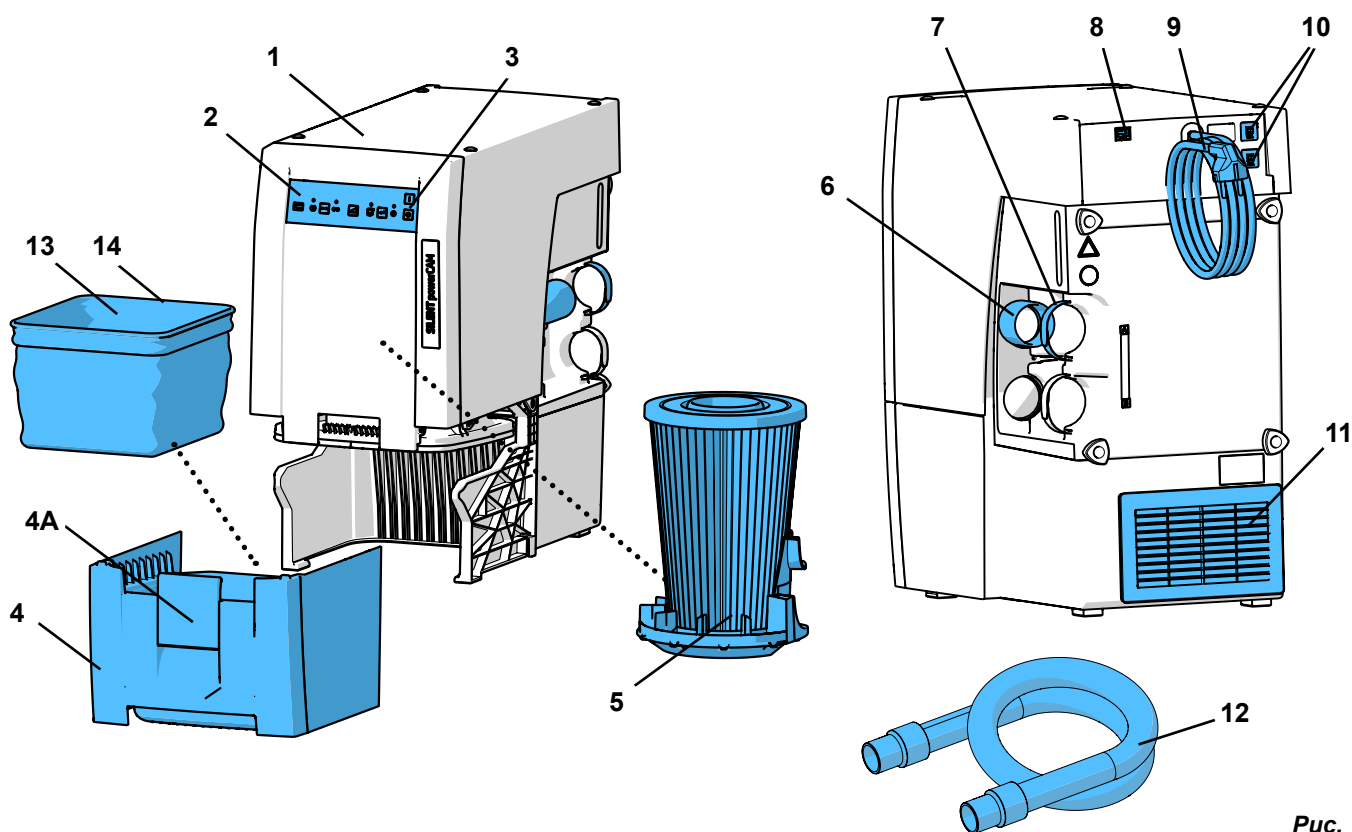

Рис. 1
- выходу отработанному воздуху (11, Рис. 1) ничего не препятствовало.
- Отверстие на задней стенке шкафа (В), мин. 250 x 120 мм, непосредственно напротив выхода отработанного воздуха (11, Рис. 1).
⇒ Шнур питания (9, Рис. 1) раскатать и штекер вставить в розетку электросети здания.